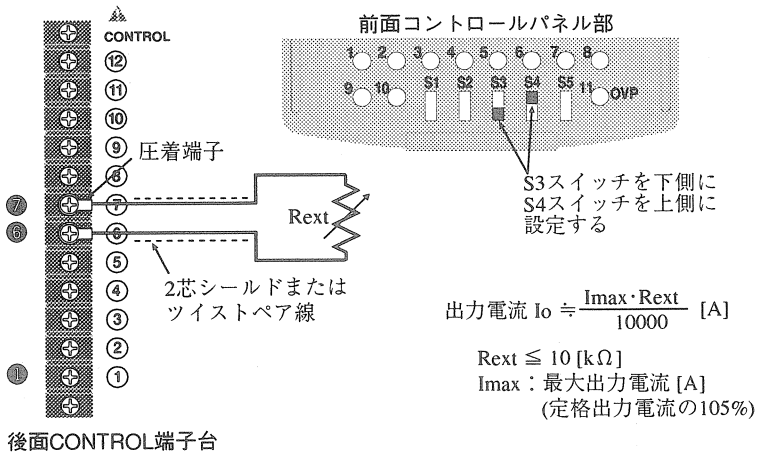

図 3-5 外部抵抗による出力電流コントロールの接続と設定
- ① OUTPUT スイッチを OFF にします。
- ② POWER スイッチを OFF にします。
- ③ コントロールスイッチ S3 と S4 を図 3-5 のように設定します。
- ④ コントロール端子の⑥と⑦間に外部抵抗を図3-5のように接続します。